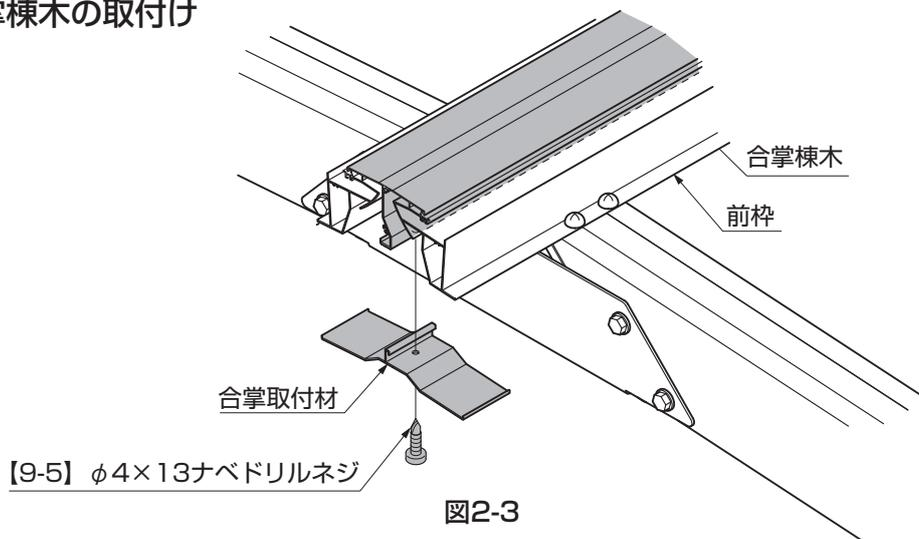

図2-3
- ①合掌棟木を前杵と前杵の間に乗せて合掌取付材で固定してください。(図2-3参照)